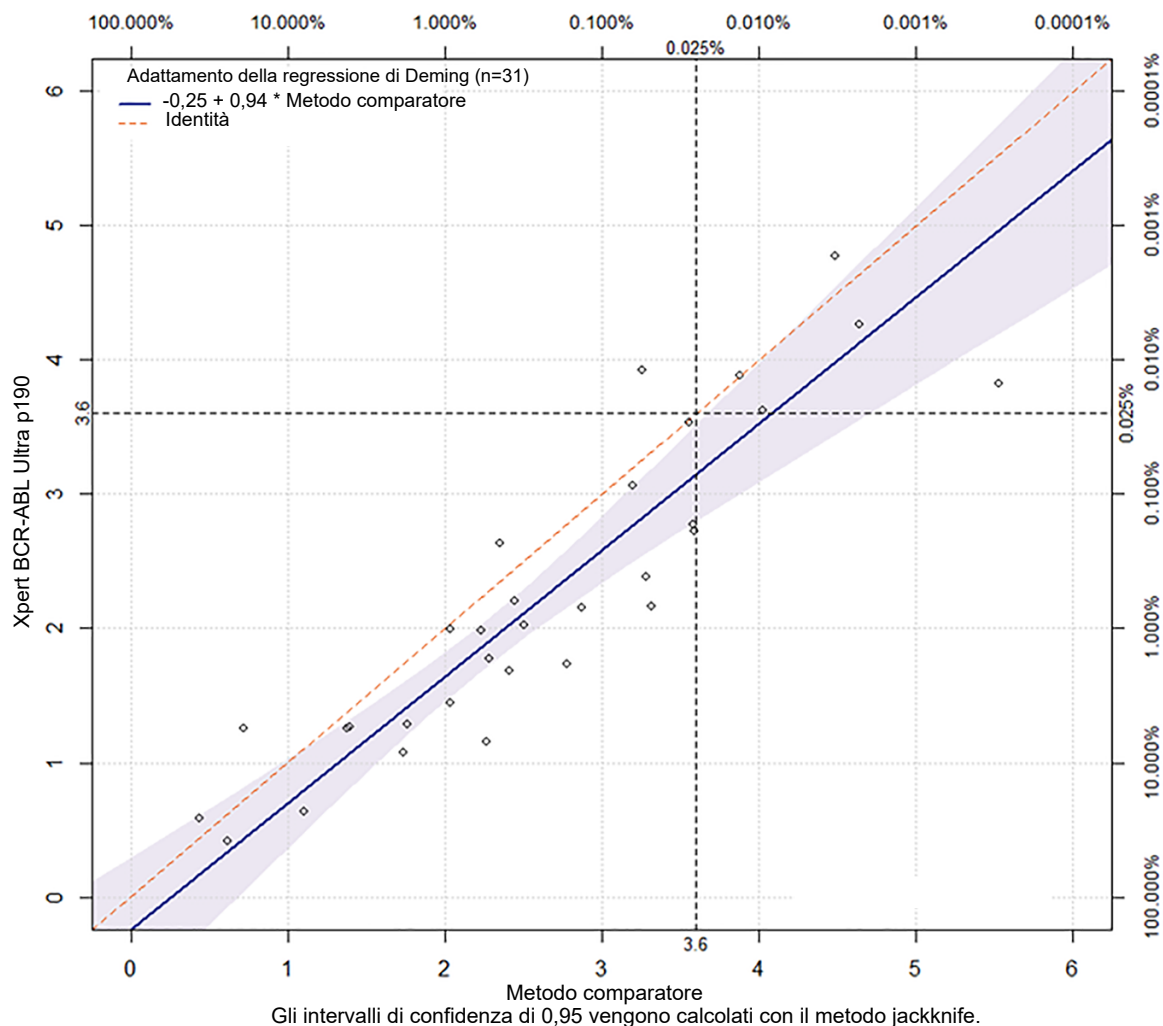

Figura 10. Regressione di Deming per la RL
I risultati di tale analisi del rapporto percentuale (RP) mostrano una buona correlazione tra Xpert BCR-ABL Ultra p190 e le misurazioni del metodo comparatore per quanto riguarda la misurazione del RP. L'intercetta era di 0,01 e la pendenza era di 1,08; entrambe hanno soddisfatto i criteri di accettazione. La R di Pearson era di 0,814. È stata effettuata una riduzione logaritmica (RL) per normalizzare la distribuzione dei dati del RP. L'analisi della regressione di Deming con le misurazioni della RL è stata eseguita e presentata nella Figura 10 di seguito.
La Figura 10 mostra un'elevata correlazione tra Xpert BCR-ABL Ultra p190 e i test con metodo comparatore per le misurazioni della RL. La regressione di Deming ha una pendenza di 0,94 e un'intercetta di -0,25. Pertanto anche per i valori della RL per i risultati della regressione di Deming soddisfano i criteri di accettazione per l'intercetta e la pendenza. La correlazione complessiva (R di Pearson = 0,904) era elevata.